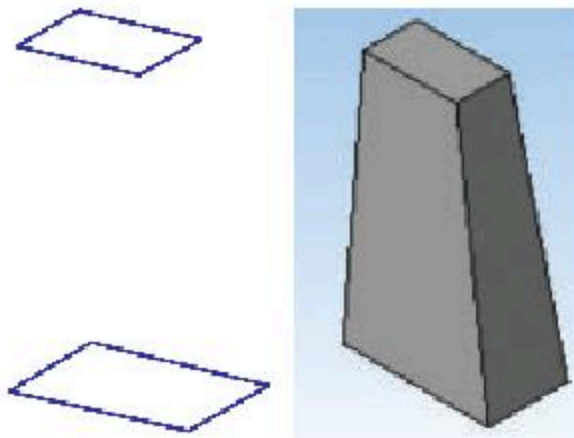

Рис. 8.6. Эскизы и элемент, образованный операцией по сечениям
4. *Построение тела по нескольким сечениям-эскизам* (рис. 8.6).